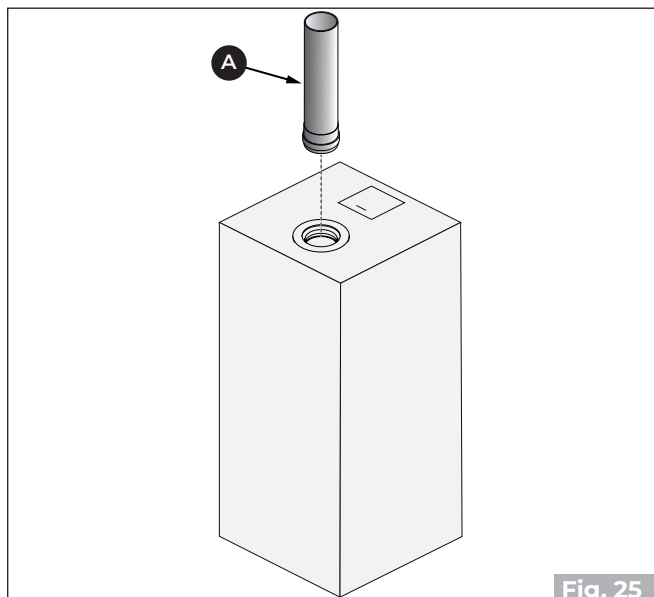

Fig. 25
Collegare il tubo uscita fumi (A) **"Fig. 25"**